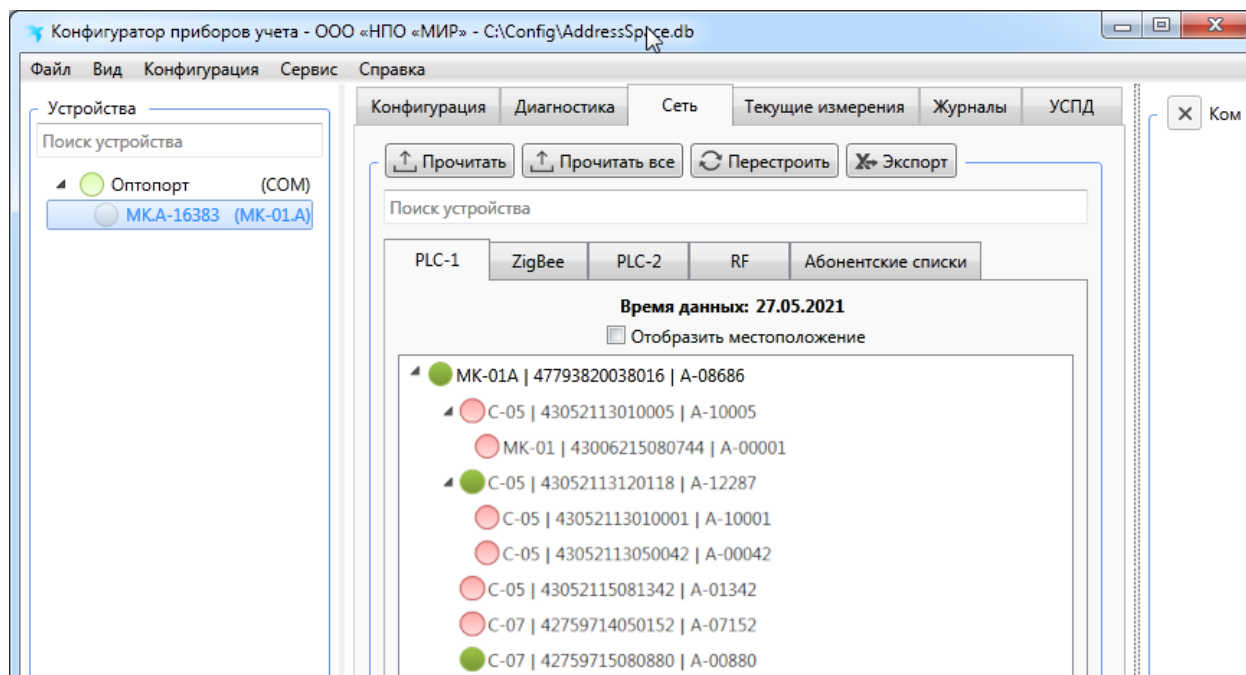

Рисунок 9.22 – Дерево сети PLC
- выбрать в дереве объектов программы КОНФИГУРАТОР модем-коммуникатор МИР МК и далее в области параметров выбрать вкладку *Сеть* (рисунок 9.22);